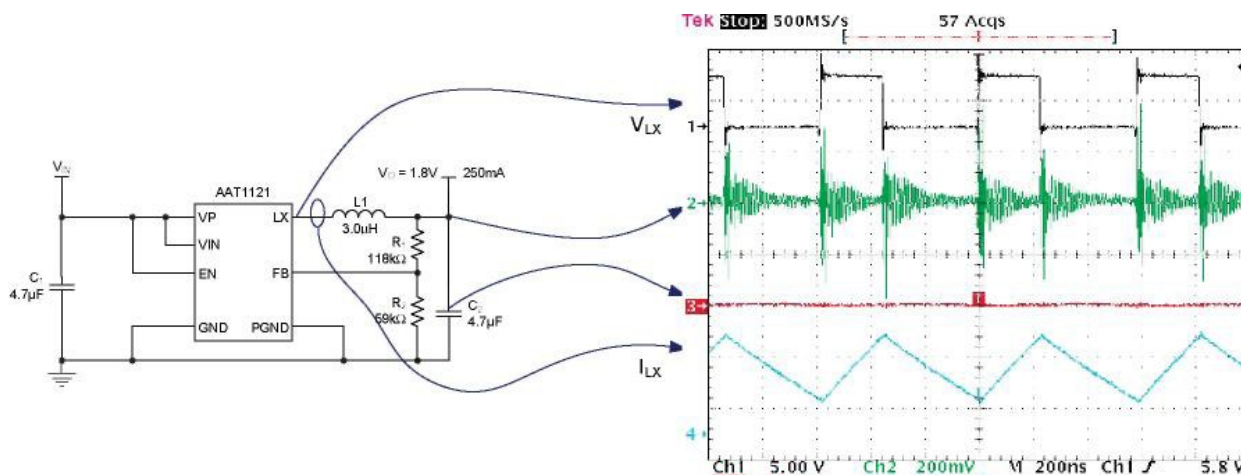

Рис. 4. Разница между двумя измерениями
Рис. 4 показывает два графика выходного напряжения VOUT при использовании двух методов измерения. Цепь – это импульсный преобразователь-стабилизатор напряжения с последовательным соединением ключевого элемента и дросселя (AAT1121, с уменьшением тока), работающий на частоте 1,5МГц. Выходное напряжение меняется до 1,8 В с нагрузкой 250 мА и измеряется в полном диапазоне. Нужно отметить, что на графике (2) зеленым цветом показан значительный высокочастотный шум и звон затухания при каждом переключении. Однако, на графике (3) красным показано отсутствие считываемого шума. Поэтому подготовка испытательного стенда и методология очень важны для обеспечения точных измерений.